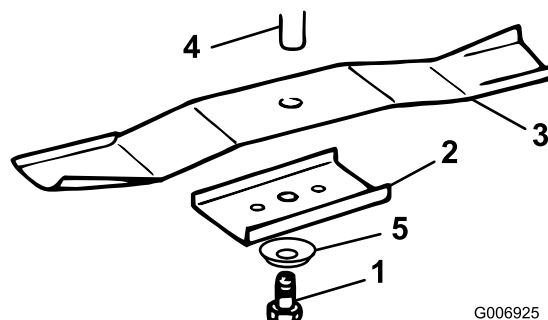

Figure 29
3. Enlevez le boulon (clé de 16 mm [5/8"]), la rondelle bombée, le porte-lame et la lame (Figure 29). Pour enlever le boulon, bloquez éventuellement la lame en introduisant une cale en bois entre la lame et le carter du plateau de coupe.
1. Montez chaque lame, le porte-lame, la rondelle bombée (face concave vers la lame) et le boulon de lame (Figure 29).